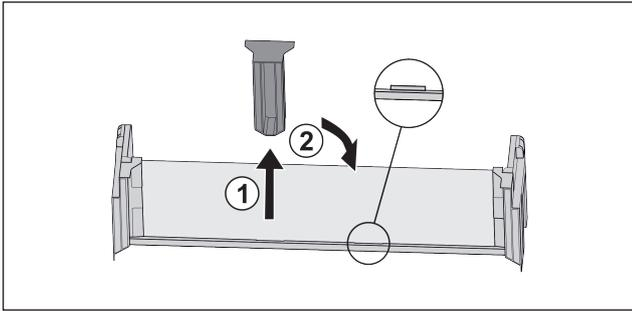

Fig. 43
- ▶ Mittleres Halteteil abziehen Fig. 43 (1).
- ▶ Mittleres Halteteil auf zweiter Position einsetzen Fig. 43 (2).